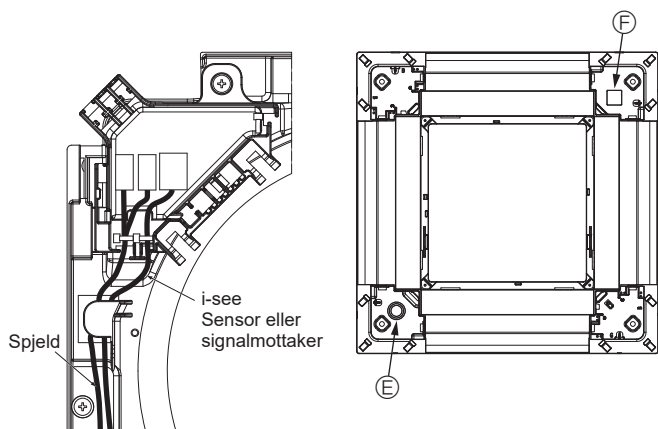

Fig. 10-13
- Legg til i-see-Sensoren og signalmottakerledningene som vist i Fig. 10-13.